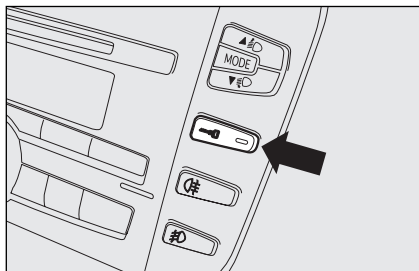

рис. 13
- кнопки запираения/отпирания дверей рис. 13, расположенной на панели приборов;